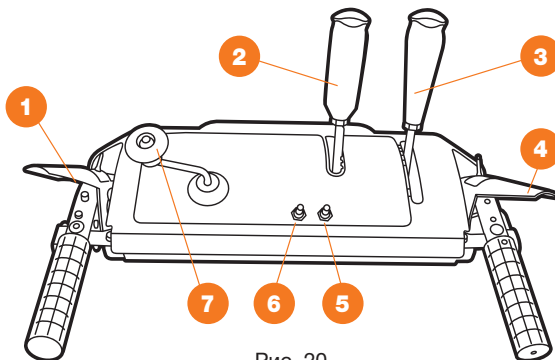

Рис. 20
- Система активируется автоматически, после нажатия рукоятки вращения шнеков 4 и при нажатии рукоятки движения 1 рукоятка вращения шнеков блокируется и ее можно отпустить, что позволит свободной рукой производить регулировку дальности и направления выброса снега (Рис. 20).